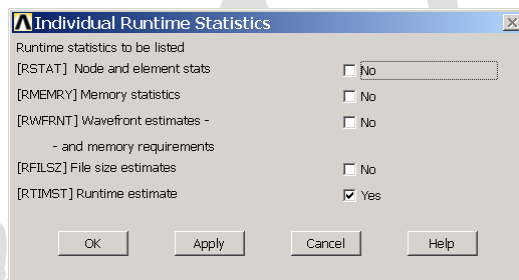

图5.57 估算运行时间
(3) 单击 Main Menu>Run-Time Stats>Individual Stats 菜单，弹出如图 5.57 所示的对话框。选中【Runtime estimate】复选框，并单击【OK】按钮。